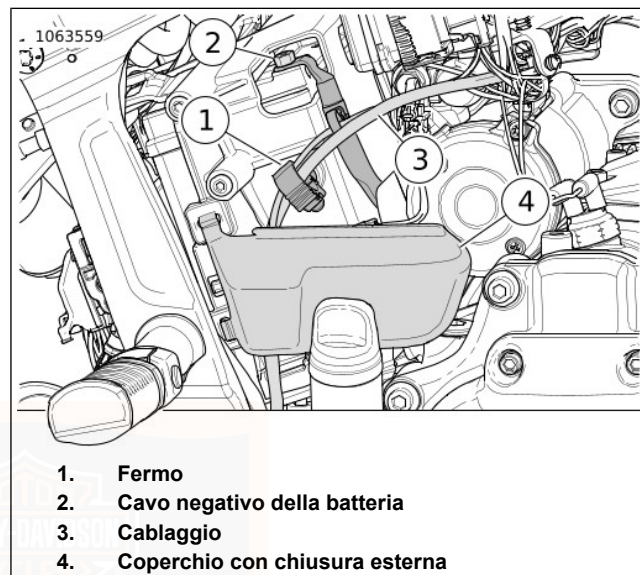
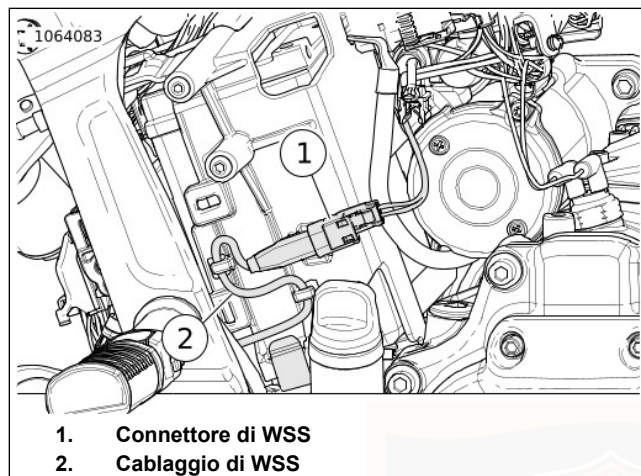
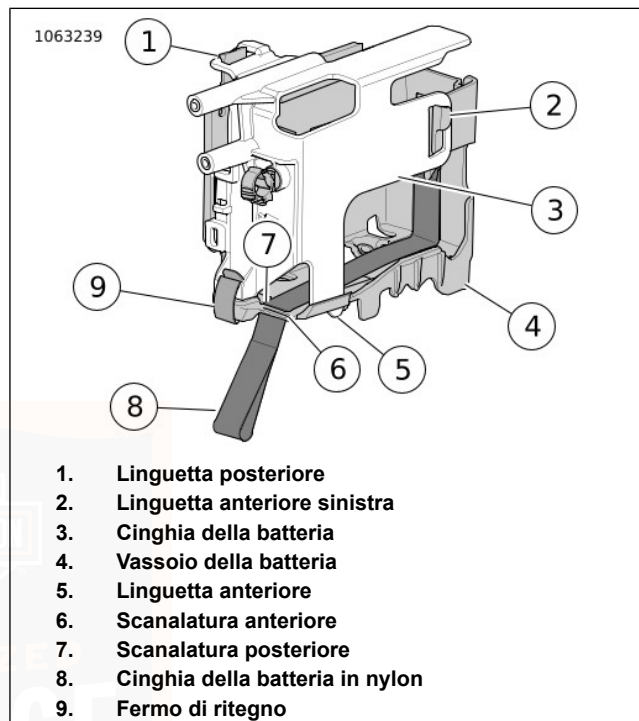

Figura 68. Cavo negativo della batteria e coperchio a chiusura esterna
Figura 69. WSS e cablaggio
Figura 70. Vassoio e cinghia della batteria: (rimossi per maggiore chiarezza)
3. Vedere Figura 68. Scollegare il cavo negativo della batteria (2).
4. Rimuovere il coperchio a chiusura esterna (4).
5. Aprire il fermo (1) e posizionare il cablaggio (3) lontano dal punto di lavoro.
6. Vedere Figura 69. Staccare il connettore Sensore della velocità della ruota (WSS) (1).
7. Rimuovere il filo WSS (2) dalle linguette di disposizione, quindi rimuovere il filo dalla cinghia della batteria.
8. Vedere Figura 70. Rimuovere la cinghia della batteria.
- a. Sbloccare il fermo di ritegno (9)
- b. Staccare la linguetta anteriore sinistra (1) dalla cinghia della batteria (3) al vassoio della batteria (4).
- c. Staccare la linguetta anteriore sinistra (2) dalla cinghia della batteria al vassoio della batteria.
1. Vedere Figura 70. Installare la batteria.
- a. Posizionare la cinghia della batteria in nylon (8) sul fondo del vassoio della batteria (4).
- b. Passare la cinghia della batteria in nylon nella scanalatura posteriore (7) del vassoio della batteria.
4. Installare la cinghia della batteria (3).
- b. Collegare la linguetta anteriore sinistra (2) alla cinghia della batteria al vassoio della batteria.
- c. Attaccare la linguetta posteriore (1) sulla cinghia della batteria al vassoio della batteria.
- d. Bloccare il fermo di ritegno (9).
5. Vedere Figura 69. Installare il cavo WSS (2) nella cinghia della batteria.
6. Collegare il connettore WSS (1).
7. Vedere Figura 68. Collocare il cablaggio (3) e bloccare il fermo (1).
8. Collegare il cavo negativo della batteria (2) al terminale negativo della batteria. Serrare. 8,1–10,8 N·m (72–96 in-lbs)
9. Installare il coperchio a chiusura esterna (4).